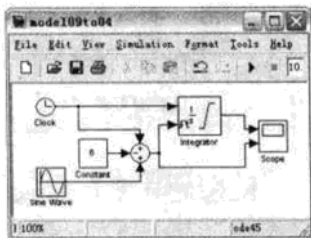
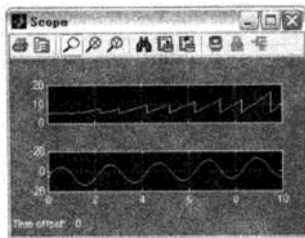

图 9.7 利用双向信号进行复位积分操作模型
图 9.8 结果图
- (1) 构造 Simulink 模型如图 9.7 所示, 保存文件为 model09to04.mdl。
- (2) 运行仿真, 在 Simulink 窗口中选择 Simulation | Start 命令, 进行系统仿真。
- (3) 查看结果, 如图 9.8 所示。